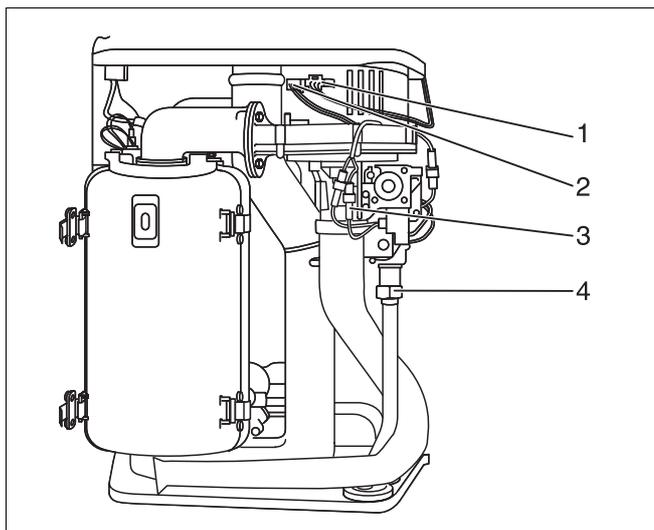

Fig. 55 Sostituire il ventilatore Logamax plus GB122: scollegare la spina e svitare il dado di raccordo
- Staccare la spina dell'alimentazione elettrica del ventilatore (fig. 55, pos. 1), la linea di comando UBA del ventilatore (fig. 55, pos. 2) e l'apparecchiatura del gas (fig. 55, pos. 3).
- Svitare il dado di raccordo (fig. 55, pos. 4) dell'apparecchiatura del gas.